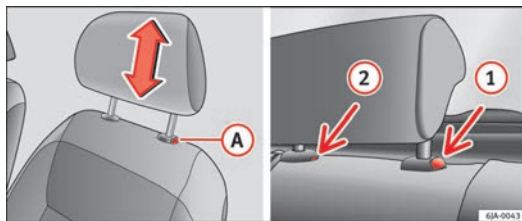

Fig. 72 Poggiatesta: regolazione/smontaggio del poggiatesta
- Per abbassare il poggiatesta, mantenere premuto con una mano il tasto **A** ⇒ fig. 72 e con l'altra mano spingere verso il basso.
- Premere la sicura **A** ⇒ fig. 72 ed estrarre il poggiatesta.
- Premere la sicura **1** ⇒ fig. 72 e contemporaneamente spingere con un cacciavite piatto da 5 mm max di larghezza la sicura nel foro **2** ed estrarre il poggiatesta.